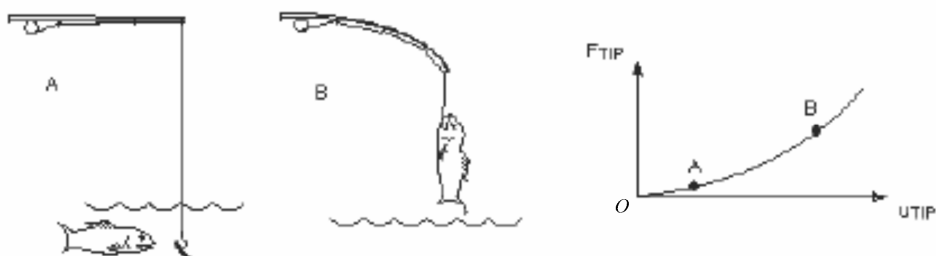

图 12-1 几何非线性
- 几何非线性：如果某个结构出现了大变形，其变化的几何外形会导致非线性行为。如图 12-1 所示的鱼竿钓鱼过程为常见的几何非线性。